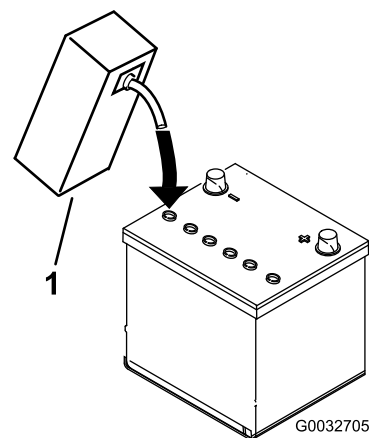

Figure 6
3. Versez de l'électrolyte avec précaution dans chaque élément jusqu'à ce que les plaques soient recouvertes d'environ 6 mm de liquide (Figure 6).
4. Attendez environ 20 à 30 minutes pour donner le temps aux plaques de s'imprégner d'électrolyte. Faites l'appoint au besoin pour faire monter le niveau de liquide à environ 6 mm en dessous du creux de remplissage (Figure 6).